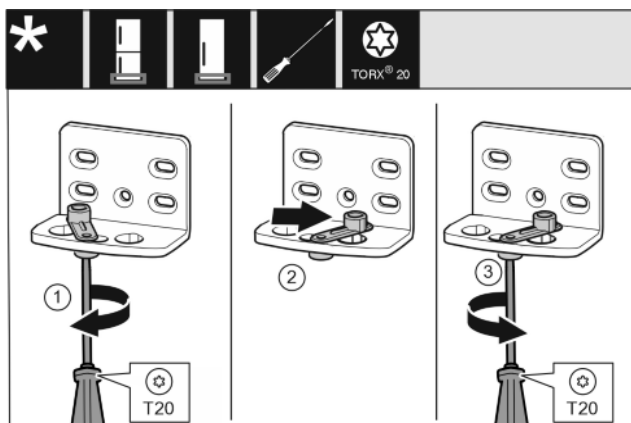

Fig. 14
- ▶ Lekko odkręcić śrubę przy pomocy śrubokręta T20. Fig. 14 (1)
- ▶ Unieść element ułatwiający zamykanie drzwi, a następnie obrócić w otworze w prawo o 90°. Fig. 14 (2)
- ▶ Śrubę przykręcić przy pomocy śrubokręta T20. Fig. 14 (3)